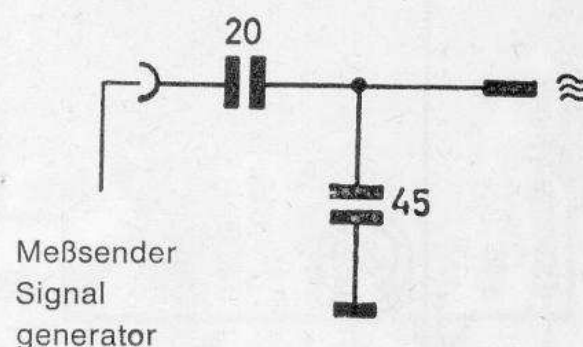

Fig. 4
- 4.6 Beim AM-Abgleich künstliche Antenne, Fig. 4, verwenden.
- 4.6 For AM alignment use dummy antenna, see fig. 4.